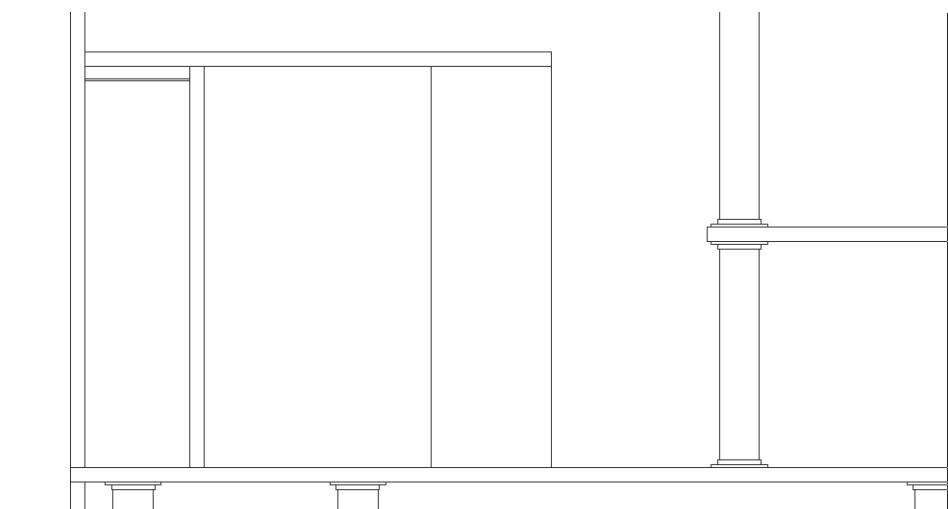

Рис. 8.33 ▼ Контур первой полочки создан в проеме левой стойки компакт-диска
2. Создайте прямоугольник длиной 130 мм и высотой 2 мм, расположив его левый верхний угол на 15 мм ниже контура проема для полочек компакт-дисков (рис. 8.33).